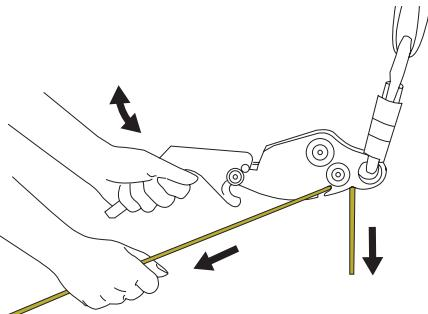

Fig. 7
8. La vitesse de la descente est réglée en posant une main sur la poignée et l'autre main, qui tient la corde, en-dessous de l'appareil. Commencez en positionnant la corde dans un angle qui soit en dehors de la fente. Lorsque l'appareil de descente est renversé, la descente commence lorsque vous poussez la poignée vers le haut, fig. 7, et s'arrête en poussant la poignée vers le bas ou lorsque vous la relâchez. Augmentez ou diminuez la friction en déplaçant la corde dans la section étroite de l'ouverture ou en l'éloignant comme indiqué sur les fig.3:B. Il est important de toujours garder une main sur la corde en-dessous de l'appareil pour avoir un meilleur contrôle de la descente.